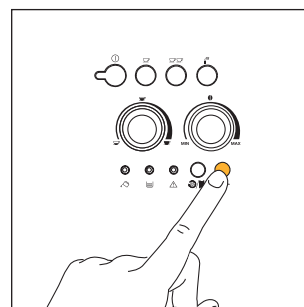

Fig.18
1. Premere il tasto ☞ per selezionare la funzione caffè pre-macinato (fig. 18). La spia all'interno del tasto si accende per indicare che la funzione è stata selezionata ed è stato escluso il funzionamento del macinacaffè.
- premere il tasto  (fig. 18) ripetutamente fino a far accendere tante spie quante sono i quadratini rossi che si sono formati sulla striscia reattiva (esempio, se sulla striscia reattiva si sono formati 3 quadratini rossi è necessario premere tre volte il tasto  in modo da far accendere assieme le 3 spie ,  e ).